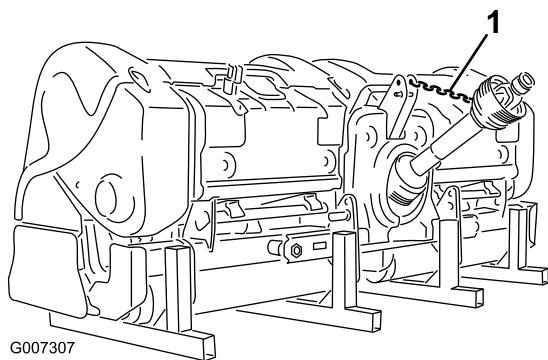

図 45
12. PTOシャフトが地面に落ちないようにPTOの保管ひもをPTOシールドにつなぐ 図 45。